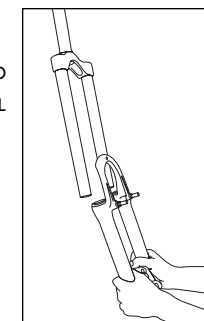
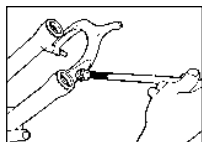

Fig. 6
Fig. 7
7. Sfilare il gruppo monoblocco foderi-archetto (vedere Fig. 6). Togliere i parapolvere della forcella.
Applicare il nuovo e migliorato grasso Judy Butter alla superficie delle boccole superiori e riempire completamente la tasca fra i bordi della guarnizione Resi-wiper (fig. 6). Usare una prolunga per chiave a tubo avvolta in un nastro di tela impregnato di grasso Judy Butter per raggiungere l'interno dei tubi inferiori (vedere Fig. 7).